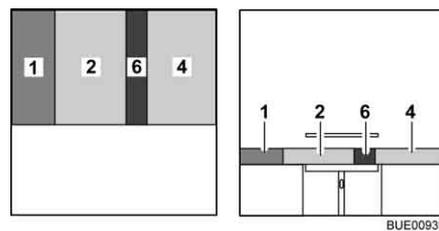

Fig. 90 Después de la transformación
- Colocar el cojín del respaldo (Fig. 90,1) entre el cojín del asiento y la pared.
- Colocar el cojín adicional (Fig. 90,6) entre los cojines del asiento (Fig. 90,2 y 4).